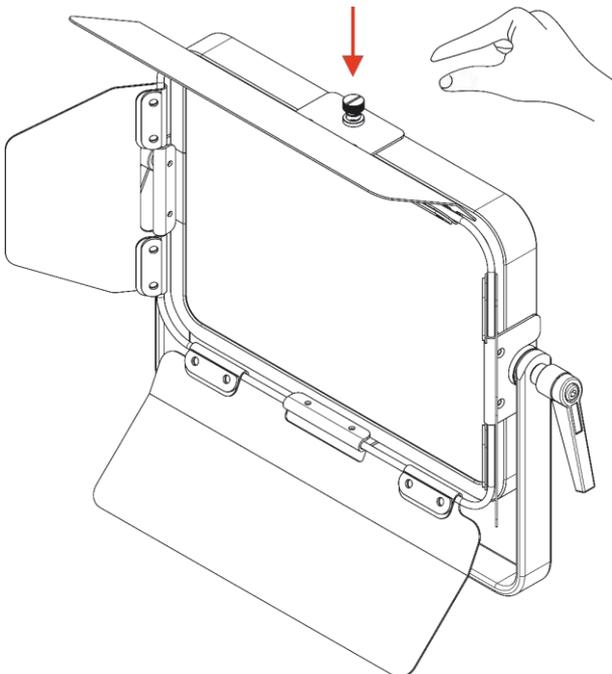

Fig. 10
- 03) Suelte ambos resortes de ajuste una vez que estén encima de los orificios de montaje designados en la parte inferior y la parte superior del dispositivo (Fig. 10).